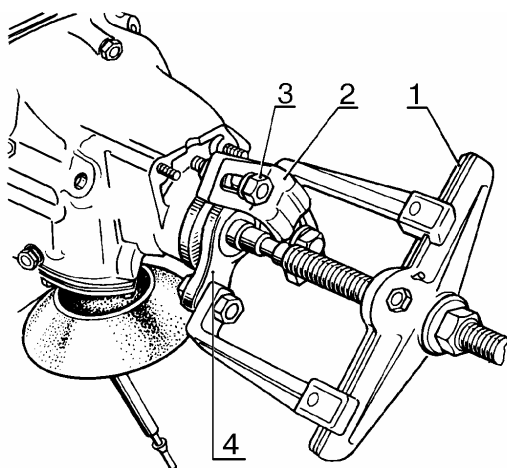

Рис.13. Снятие фланца эластичной муфты:
- установить съемник 1, рис.13, и снять фланец 4 эластичной муфты карданного вала (съемник А.40005/3/9В/9С).